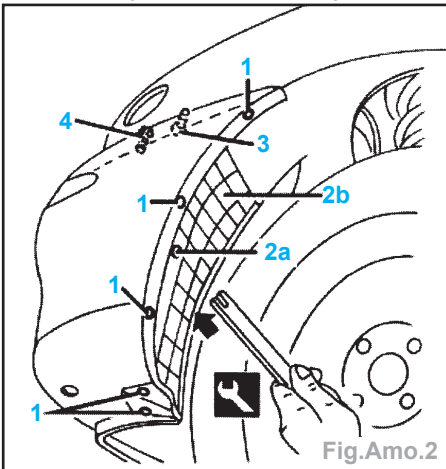

Fig.Amo.2
- les vis (1), le bouton de retenue (2a) et le passage de roue (2b) (Fig.Amo.2),